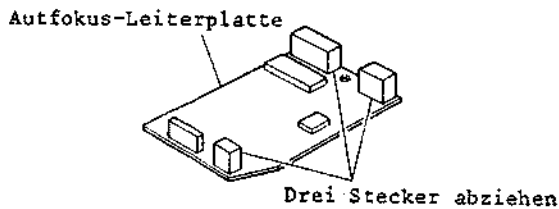

Abb. 2-99 Ausbau der Autofokus-Leiterplatte
4. Drei (3) Stecker (CN2A, CN3A, CN4A) abziehen (siehe Abb. 2-99).